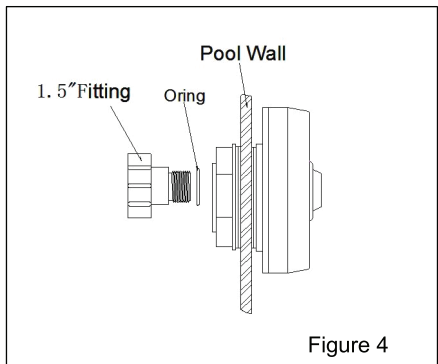

Figure 4
3. Screw the light assembly head in the threaded wall flange. Make sure the big rubber gasket is installed to prevent the damage to the line. See Figure 4
4. Connect 1.5" fitting to the light assembly head see figure and make sure an o-ring is installed and screw it tight enough to prevent any leaking. See Figure 4
3. Visser la tête de l'appareil d'éclairage dans le raccord de la paroi de la piscine. S'assurer que la grande rondelle d'étanchéité en caoutchouc est installée pour prévenir tout dommage au conduit d'eau – figure 4.
4. Connecter le raccord spécial à la tête de lampe et s'assurer que le joint annulaire (*O-ring*) est bien installé. Visser assez fermement pour prévenir toute fuite – figure 4.